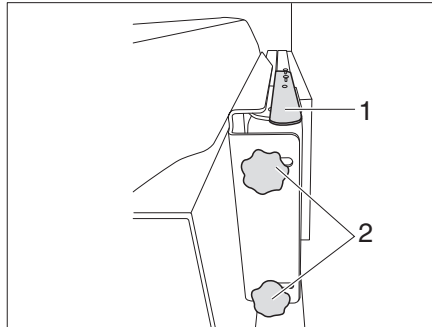

Bild 139 Halterung mit Gelenkarm (Variante 1)
- Hebel (Bild 139,1) nach unten drücken um Flachbildschirm aus Arretierung zu lösen. Hebel loslassen.
- 2 Rändelschrauben (Bild 139,2) lösen und Flachbildschirm in die gewünschte Position schwenken. Rändelschrauben (Bild 139,2) wieder anziehen.